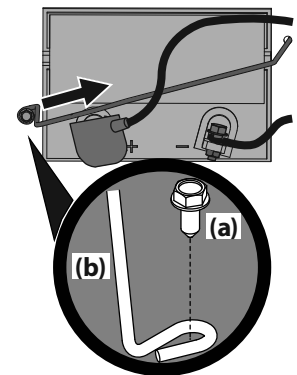

Figure 15
- Retirez le boulon hexagonal (a) qui fixe la tige de retenue de la batterie (b) au châssis. Faites pivoter la tige de retenue de la batterie (b) vers le haut et retirez la batterie. Voir Figure 15.